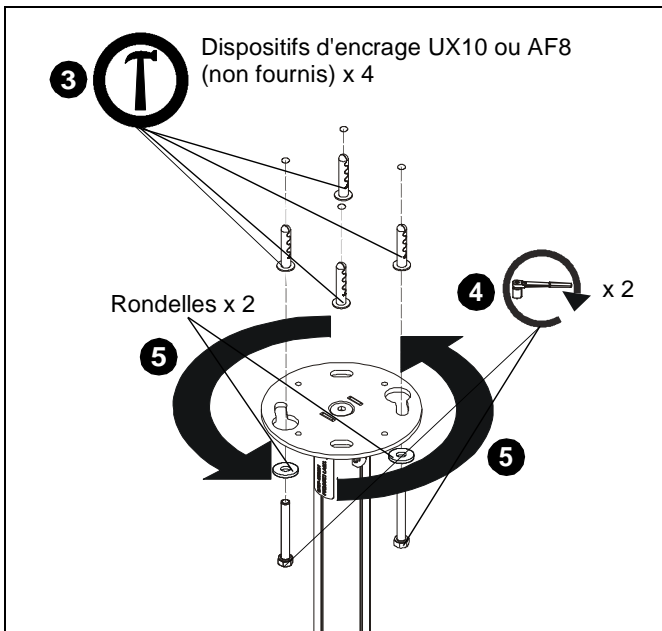

Figure 7
1. Utilisez la plaque de fixation au plafond (A) comme modèle, marquez les emplacements des quatre avant-trous sur le plafond.
3. Installez quatre dispositifs d'encrage UX10 ou AF8 dans quatre trous percés. (Voir la Figure 7)
4. Installez librement les deux boulons 8 mm x 7 mm (5/16" x 2 3/4") (non fournis) à travers deux rondelles plates de 8 mm (5/16") (non fournies) dans les dispositifs d'encrage opposés. (Voir la Figure 7)
5. Placez la plaque pour plafond (A) jusqu'au plafond et tournez jusqu'à ce que les boulons fixent la plaque en position. (Voir la Figure 7)